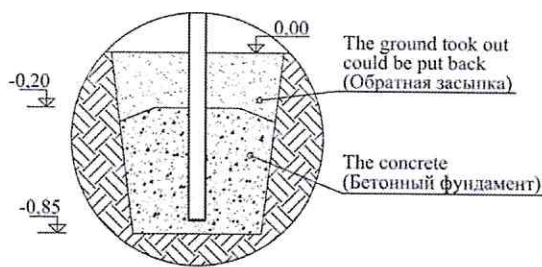

Рис. 3. Схема монтажа изделия
13.7. Монтаж изделия производится согласно схеме: рисунок 3.